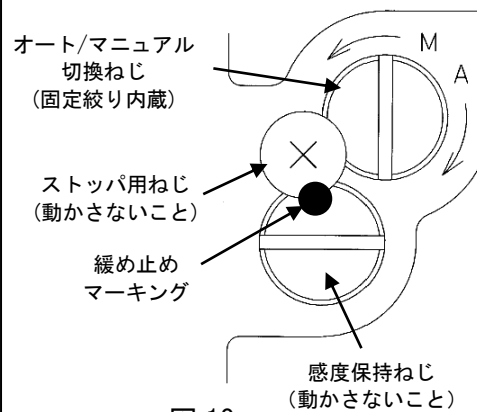

図 18
- *6: オート/マニュアル切換の方法は、図 18 に従いパイロットバルブユニットのオート/マニュアル切換ねじをマニュアル (M) 方向に回転させてください。なお、上部にセットしてありますストップ用小ねじは抜け止め用ですので、緩めないでください。また、感度保持ねじは出荷時に調整済みですので、誤って回転させないように、ご注意ください。